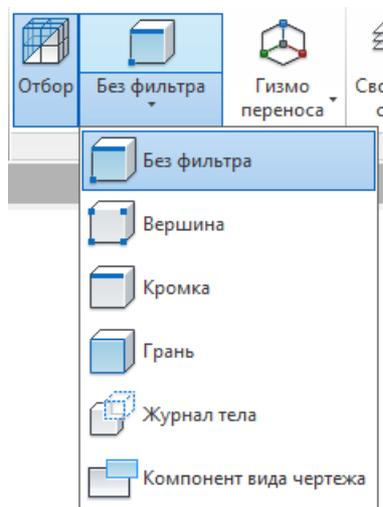

Рис. 2.56. Инструменты выделения подобъектов на панели **Выбор**.
2. Выбирать грани, ребра и вершины можно с помощью панели **Выбор** (рис. 2.56) или с зажатой клавишей **Ctrl**.